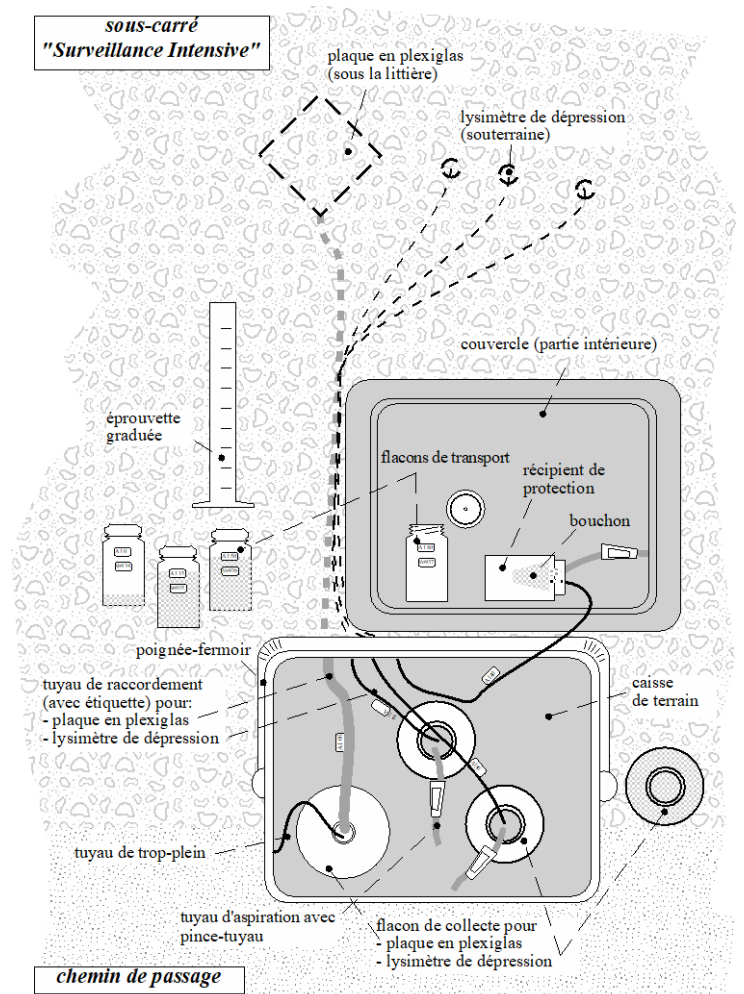

Figure 1 : Prélèvement des solutions du sol
5. Préléver un échantillon (voir fig. 1)